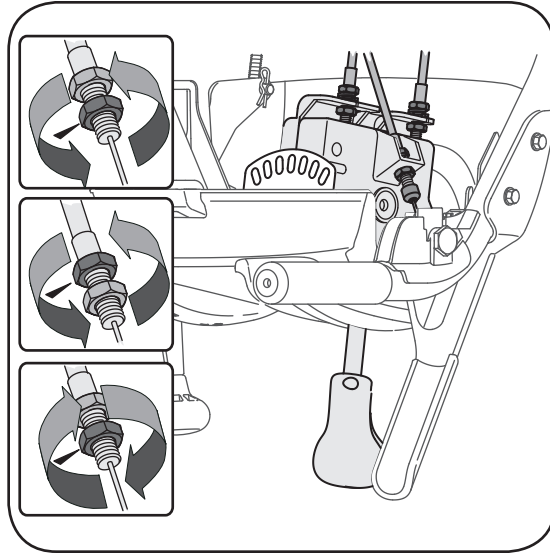

Figure 14
2. Ajustez également des deux côtés en réglant les deux câbles de chaque pair. Voir la Figure 14.